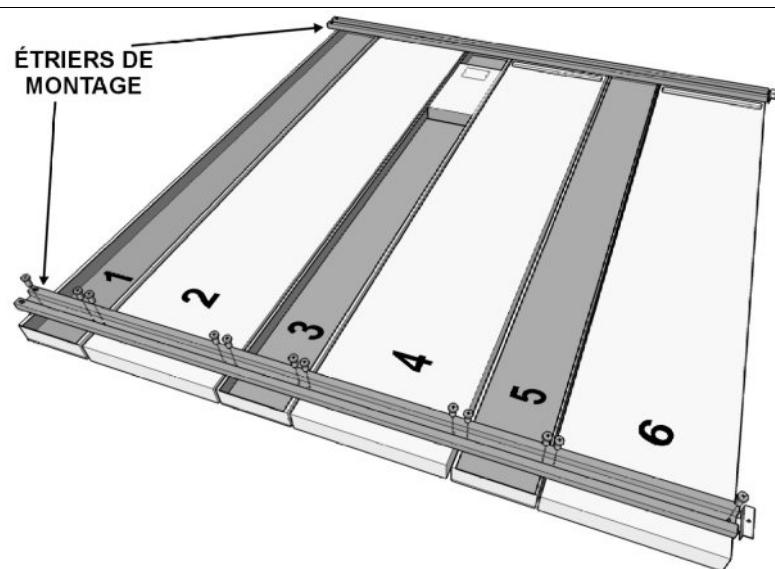

Fig. 3.1: Étriers de support
Placez les modules avec la partie avant tournée vers le sol, en suivant la numération indiquée au verso (Fig. 3.1), pour composer le tableau désiré (voir les différents modèles à la page 35).
3. Placez les deux étriers sur les modules en alignant les trous de fixation et fixez-les solidement aux modules avec les vis fournies (voir Fig. 3.1) et un tournevis cruciforme.